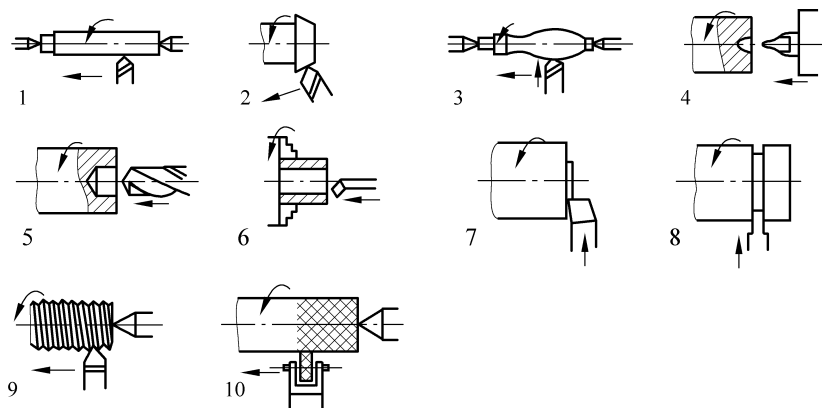

图 5.1 典型表面车削加工图
1. 图 5.1 所示为常见的车削加工案例,请说明每一个案例分别代表加工什么样的典型表面或形貌,并总结说明车削加工主要适合于加工什么样的表面,这是由什么所决定的?(12 分)